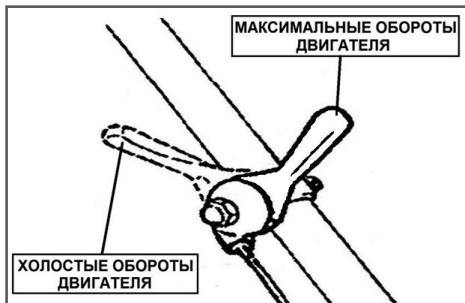

Рис. 12 Рычаг газа
- Переведите рычаг газа на 1/3 хода в сторону положения максимальных оборотов двигателя (Рис. 12).
1. Переведите двигатель в режим холостого хода, для этого переведите рычаг газа в положение холостых оборотов двигателя (Рис. 12).